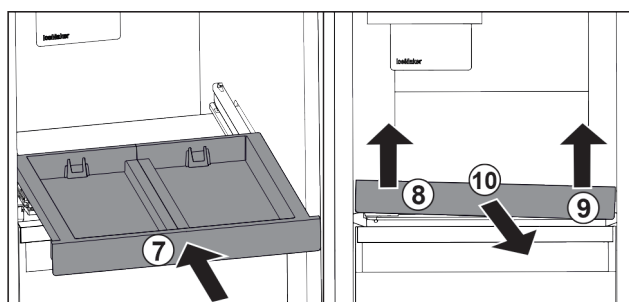

Fig. 141
- ▶ Zasuňte vysouvací přihrádku. Fig. 141 (7)
- ▶ Vysouvací přihrádku vpředu vlevo nadzvedněte. Fig. 141 (8)
- ▶ Vysouvací přihrádku vpředu vpravo nadzvedněte. Fig. 141 (9)
- ▶ Odeberte vysouvací přihrádku směrem dopředu. Fig. 141 (10)